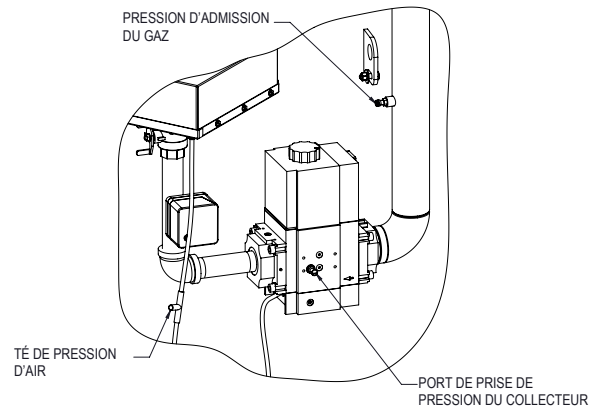

Figure 92. Té de pression d'air
4. Connectez un manomètre gradué de 12 po au tuyau d'aspiration du ventilateur. Retirez le capuchon noir du té de prise de pression d'air, comme indiqué à la **Figure 92** et connectez le manomètre.
- Mesurez la dépression générée par le ventilateur en raccordant un manomètre au té de pression d'air comme indiqué à la **Figure 92**, à une puissance de chauffe de 100%. La lecture doit être celle indiquée au **Table AD** et au **Table AF** (gaz naturel et propane).